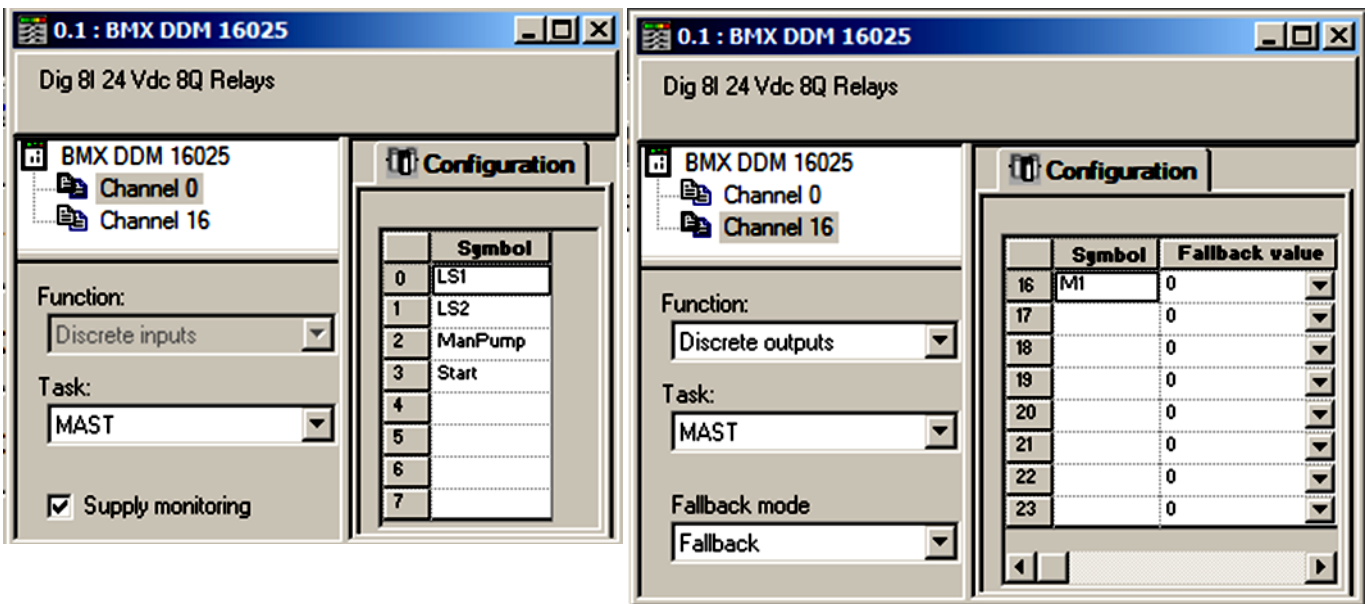

Рис.1.28. Конфігурація вхідних та вихідних каналів дискретного модуля: з правого боку – входи, з лівого - виходи.
Враховуючи, що програма користувача виконується в задачі *MAST*, оновлення вхідних змінних повинно проводитись на початку саме цієї задачі. Так само оновлення виходів значеннями вихідних змінних повинно проводитись в кінці задачі *MAST*. Для цього канали модуля *BMX DDM 16025* в апаратній конфігурації ПЛК налаштовуються на задачу *MAST* (рис.1.28).
28. Провести конфігурування каналів відповідно до рис.1.28 (клік по "Channel 0" – для входів, клік по "Channel 16" - для виходів; зміни підтверджуються командою меню *Edit->Validate*);